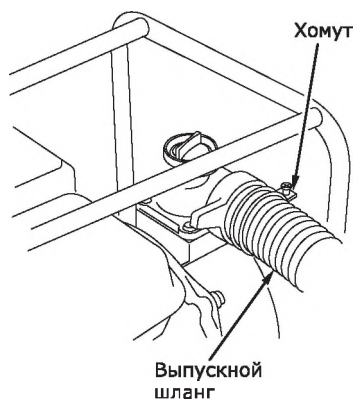

Рис. 15
- подсоедините выпускной шланг к патрубку при помощи зажимного кольца и хомута (рис. 15).